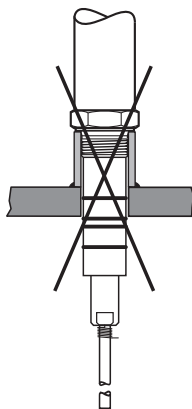

Fig. 11
- Nicht in Gewindemuffe montieren! **Fig. 6, Fig. 11**